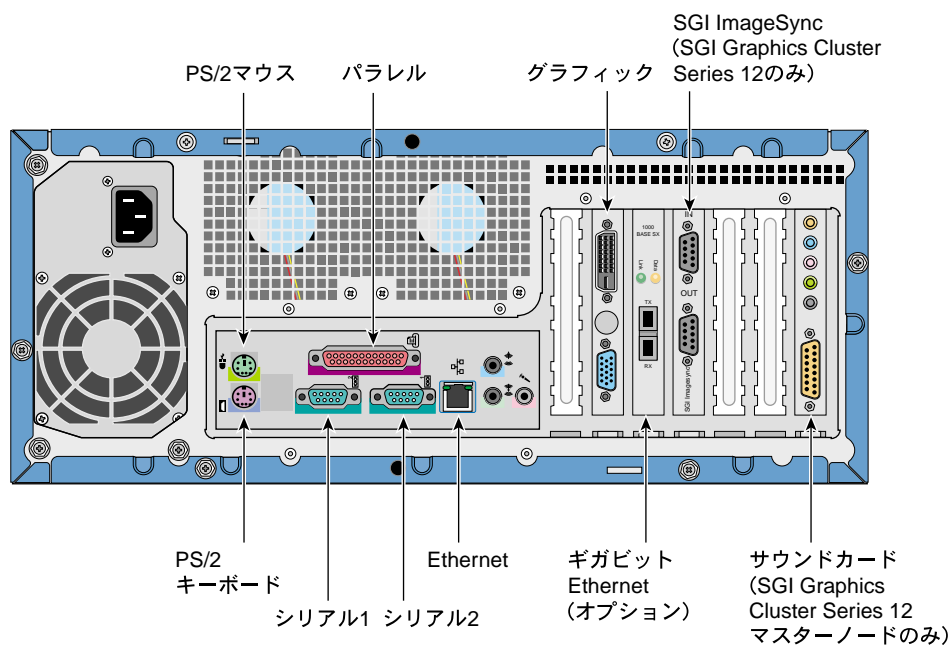

図 4-20 マスターノードのコネクタ
- 図 4-20 に示すように、HD15 ビデオケーブルをシステムに接続します。